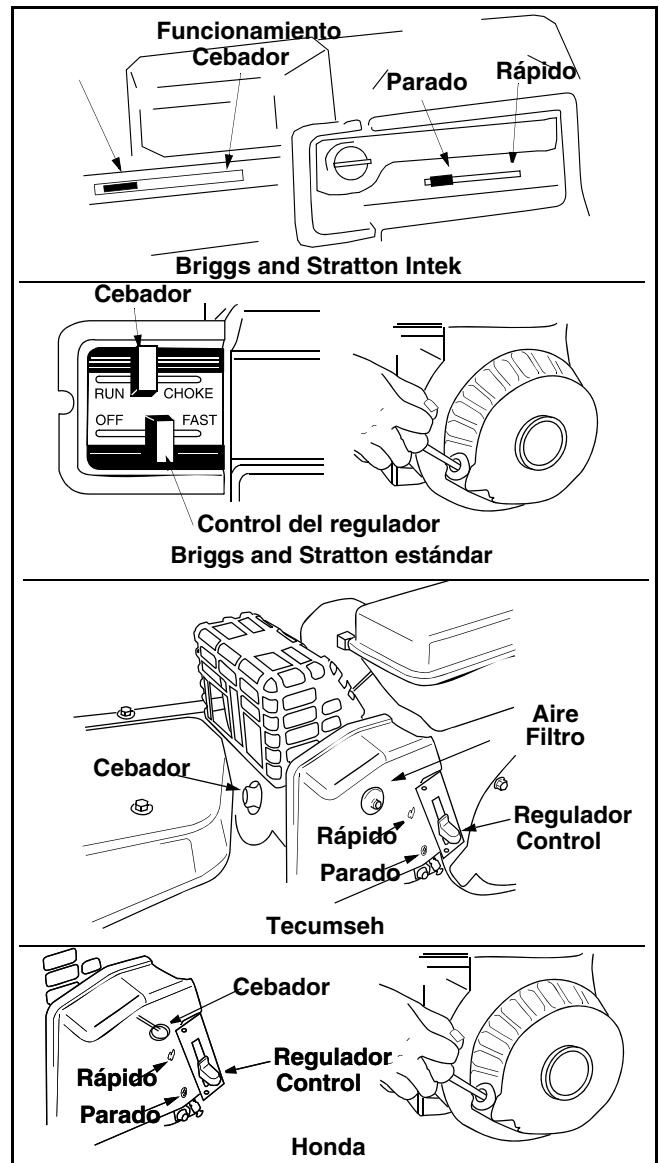

Figura 7
La palanca de control del regulador está ubicada sobre el motor. Controla la velocidad del motor y lo detiene. Vea la Figura 7.
La palanca del cebador está ubicada encima del control del regulador. Se utiliza para enriquecer la mezcla de combustible cuando se arranca un motor en frío. Vea la Figura 7.
El botón del cebador se encuentra detrás del filtro de aire. Se utiliza para enriquecer la mezcla de combustible del carburador cuando se arranca un motor en frío. Vea la Figura 7.
- Coloque el control del estrangulador en la posición FAST (Rápido). Vea la Figura 7.